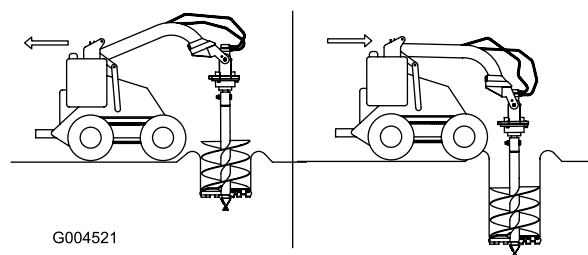

Figura 10
6. Abbassate la trivella lentamente mentre il terreno viene smosso. Mentre scavate più in profondità, spostate la trattoria indietro o in avanti, come necessario per mantenere la trivella verticale (Figura 10).